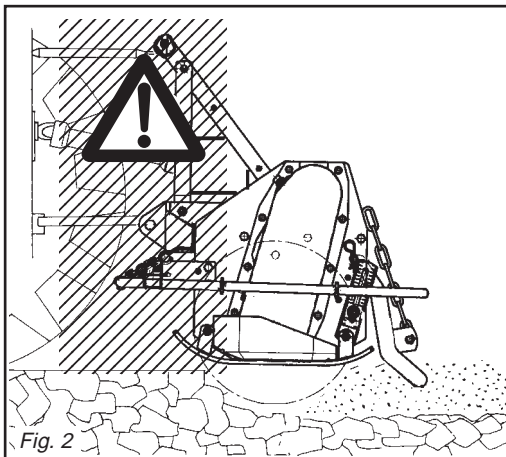

Fig. 2
- 24) It is absolutely forbidden to stand between the tractor and the implement (Fig. 2) when the engine is running and the cardan shaft is engaged without having first engaged
- 24) Es ist absolut verboten, bei laufendem Motor und eingeschalteter Gelenkwelle zwischen den Schlepper und das Gerät zu treten (Abb. 2). Dazu muß die Feststellbremse gezogen werden und unter die Räder ein Bremskeil oder ein großer Stein gelegt worden sein.
- 24) Il est absolument interdit de se mettre entre le tracteur et l'appareil (Fig. 2) quand le moteur est en marche et le cardan enclenché, sans avoir tiré le
- 24) Está terminantemente prohibido colocarse entre el tractor y el equipo (Fig. 2) con motor encendido y cardán inserido, o sin haber accionado el freno de estacionamiento y de
- 28) È assolutamente vietato interpersi fra il trattore e l'attacco della zappatrice per manovrare il comando dall'esterno per il sollevamento (Fig. 2).
- 28) It is absolutely forbidden to stand between the tractor and the implement when manoeuvring the lift control from the outside (Fig. 2).
- 28) Es ist absolut verboten, zwischen den Schlepper und den Anschluß zu treten, um die Aushebung von außen zu betätigen (Abb. 2).
- 28) Il est absolument interdit de se mettre entre le tracteur et l'attelage pour manoeuvrer la commande de relevage de l'extérieur (Fig. 2).